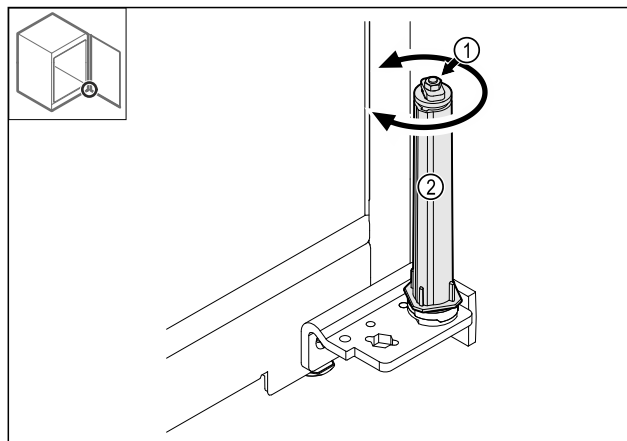

Fig. 44
- 切勿毁坏关门系统的螺旋接合点 Fig. 44 (1)。
- 转动关门系统 Fig. 44 (2)，直至听到咔嚓声。